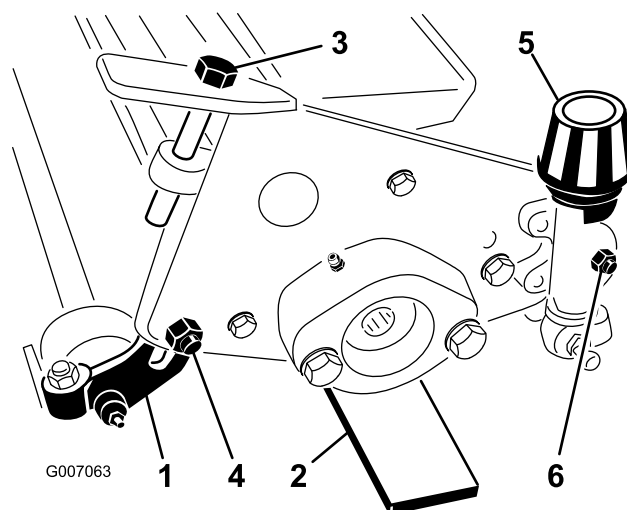

Figure 2
2. Desserrez les (2) contre-écrous sur les boulons de carrossier qui fixent les supports des roues arrière au châssis du défuteur (Figure 2).
4. Tournez les vis de réglage à chaque extrémité du groupe défuteur de sorte que les supports des roues arrière soient élevés à la position supérieure maximum (Figure 2). Posez les roues arrière sur la surface plane et horizontale (les lames du cylindre en contact avec les gabarits) et ajustez le support
1. Gabarit (4)
3. Les deux roues arrière étant en contact avec la surface plane et horizontale, desserrez les deux contre-écrous du bouton de réglage de hauteur de coupe. Tournez les boutons de réglage de hauteur de coupe jusqu'à ce que les deux extrémités du rouleau avant touche la surface plane. Vérifiez le contact à l'aide d'un morceau de papier à chaque extrémité du rouleau. Resserrez les deux contre-écrous du bouton de réglage de hauteur de coupe (Figure 2).